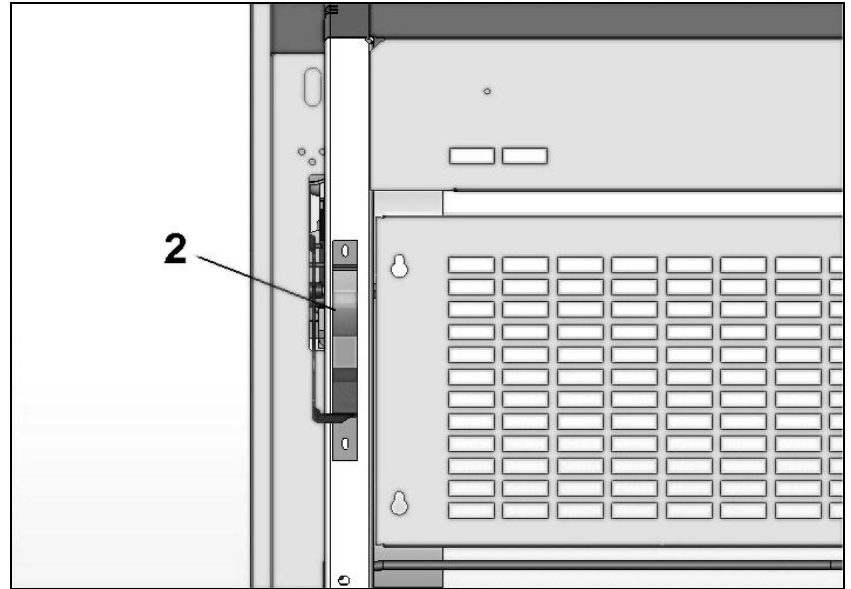
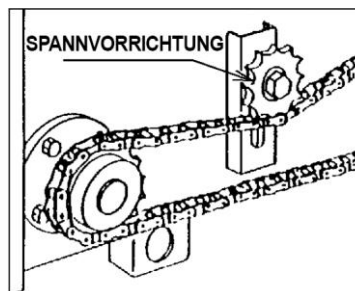

Abb. 4
Abb. 9
Dafür Anzeige (Nr. 2, Abb. 4) beachten und siehe Seite 16, Abb. 9.
- Die Spannung der Übertragungsketten anpassen mit Hilfe der speziellen Spannvorrichtungen (Abb. 9).
Um Netz oder Bindfaden in den Binder einzuführen und den Bindevorgang zu beginnen, siehe bitte Seite 14, Abb. 4.